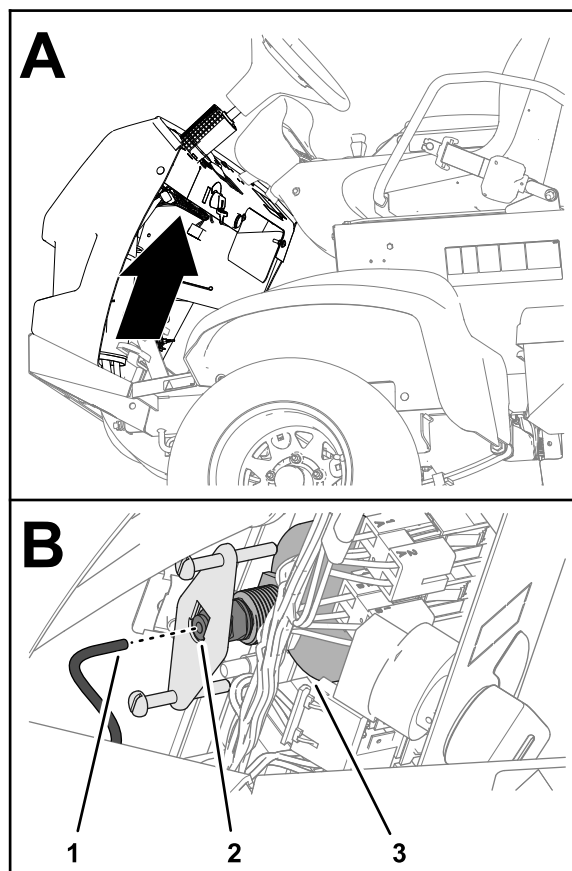

Figure 118
1. Insérez le tube du manomètre dans le coupleur au dos du manomètre (Figure 118).